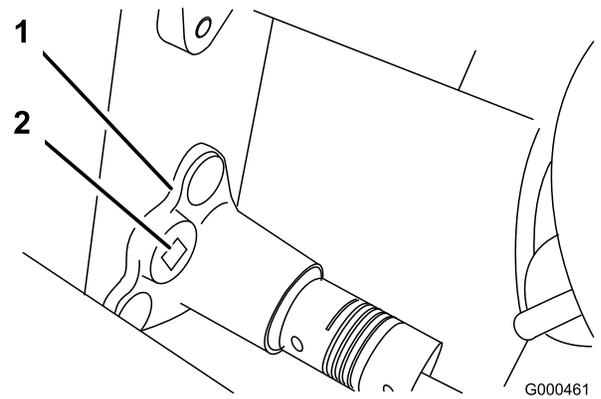

Figura 43
- B. Usando una llave dinamométrica de 3/8 pulgada, gire el alojamiento del cojinete con una fuerza de 4 a 4,5 Nm para ajustar la tensión de la correa (Figura 43).